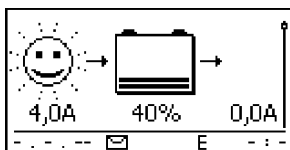
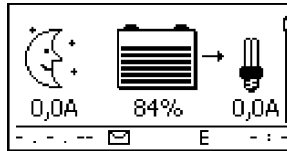

Abb. 7: Display nach dem Anschließen des Solarmoduls bei Sonnenschein
Abb. 8: Display nach dem Anschließen des Solarmoduls ohne Sonnenschein
3. ➡ Abdeckung vom Solarmodul entfernen und – falls vorhanden – DC-Lasttrennschalter einschalten. Auf dem Display erscheint Abb. 7 oder Abb. 8.
4. ➡ Wird Abb. 7/Abb. 8 nicht angezeigt, Installation prüfen und bei Bedarf den Fehler anhand ☞ 15, S. 53ff beheben.